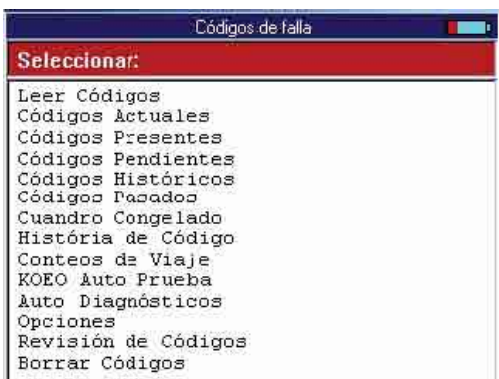

Figura 6.3: Ejemplo Pantalla Menú Códigos de Falla (Diagnostic Trouble Codes - DTC)
- 1 En la pantalla **Menú de Diagnóstico**, seleccione la opción **Códigos de Falla** y presione la tecla **ENTER**. Se muestra la pantalla del menú Códigos de Falla (Figura 6.3 en la página 30).